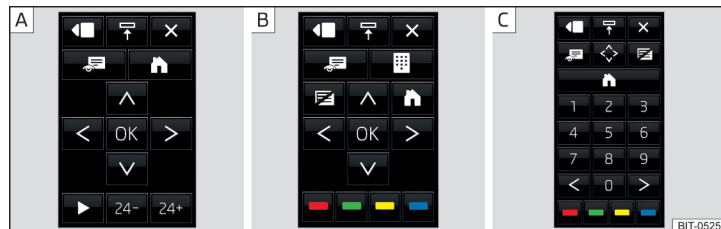

Fig. 193 Interfaces para GEP y Teletexto
- Para **visualizar el GEP**, pulsar en el menú principal *Sintonizador TV* la superficie funcional  → GEP. Se visualizan el GEP y la interfaz » fig. 193 - A.
- Para **visualizar el teletexto**, pulsar en el menú principal *Sintonizador TV* la superficie funcional  → Teletexto Se visualizan el teletexto y la interfaz » fig. 193 - B.
Pulsando la superficie funcional  se visualiza la interfaz con el teclado numérico » fig. 193 - C.
Símbolo » fig. 193	Función